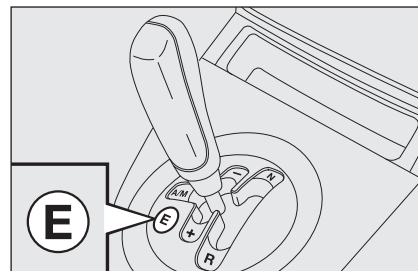

fig. 4
- de tweede methode is volledig automatisch (**AUTO**), waarbij het systeem beslist over het overschakelen. Bij deze methode kan de **ECO**-functie (Economy) worden gekozen om het verbruik te beperken. Druk voor het inschakelen van deze functie op knop **E**-fig. 4.
De **ECO**-functie kan worden ingeschakeld door op knop **E**-fig. 4 te drukken. Als deze functie is ingeschakeld, verschijnen op het display de ingeschakelde versnelling, het opschrift **AUTO** en de letter **E** (zie volgende paragraaf).